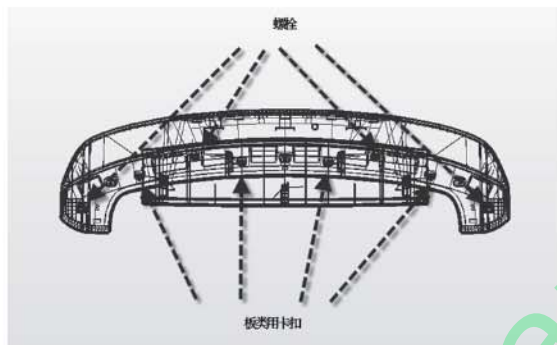

图 5-1-1 扰流板的拆卸示意图
(1) 将后背门打开，先将后背门护板拆下，断开高位制动灯线束及后雨刮喷嘴水管，详见后背门护板的拆装方法；
(2) 用 10# 套筒拆下 4 颗六角法兰面螺栓螺栓 A，(如图 5-1-1 所示) 握住扰流板往后方施加力，松脱扰流板卡扣与车的连接，将背门钣金上的线束胶套与水管胶套拔出，再整体拆下扰流板。